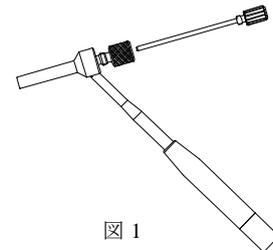

図 1
- 1) プロテクションスリーブにドリルスリーブ、1.3 ガイドピンスリーブを組み付け、経皮的挿入器を用意します (図 1)。